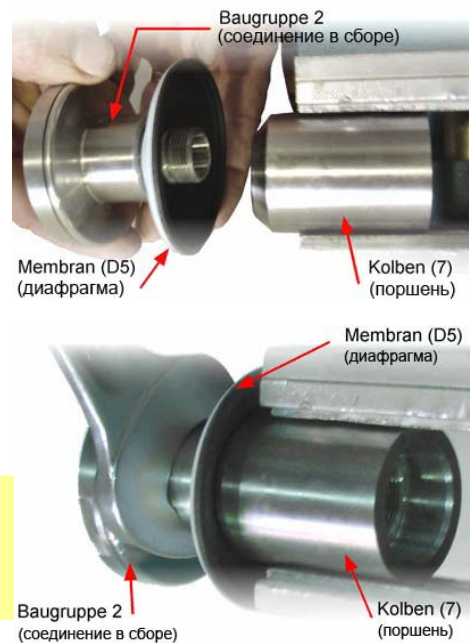

Рис. 8
- До тех пор пока монтажное соединение 3 не установлено, винты (11) используются во избежание несанкционированных нагрузок на корпус.
- Установив штифт в отверстие (B2) вверните монтажное соединение 3 в шток поршня (12) до металлического ограничителя.
- Вверните монтажное соединение 1 в шток (6).
- Отцентрируйте шток (6), шток поршня (12) и lantern (8) таким образом, чтобы паз в штоке (6) и резьба на штоке поршня (12) находились друг над другом (см. рис. 8).
- Вверните установочный винт (10).
- Затяните винты (11).
- Подключите линию подачи воздуха к разъему LA4 и поднимите диск верхнего поршня (5).
- Установите диафрагму (D5) на lantern (8).
12.8. Установка внутренней части клапана в его корпус (VG)
- Установите внутреннюю часть клапана в сборе (VE) в его корпус (VG).
- Установите и затяните накидной хомут (9).